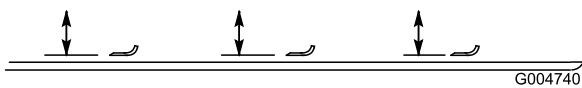

Figura 83
2. Gire la cuchilla hasta que los extremos estén orientados hacia adelante y hacia atrás, y mida desde el interior de la carcasa de corte al filo de corte en la parte delantera de la cuchilla (Figura 83).